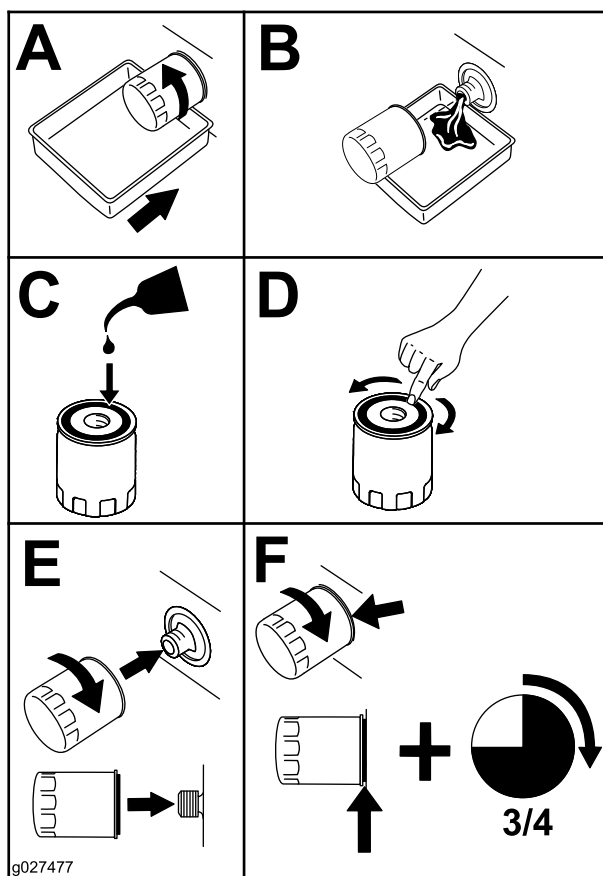

Figura 42
5. Cambiate il filtro dell'olio del motore (Figura 42).